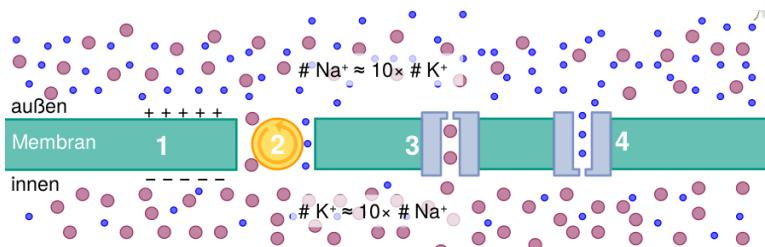

Abbildung 80: Signale auf Nervenfasern
Abbildung 80 zeigt die Zellmembran eines **Axons** (Nervenfaser). In der Fasermembran (1) befinden sich Ionenpumpen (2), welche für den aktiven Transport von Ionen entgegen ihrer elektrischen Gradienten zuständig sind. Des Weiteren enthält die Membran spezifische Ionenkanäle für Kalium (K^+)-Ionen (3) und Natrium (Na^+)-Ionen (4). Im Ruhezustand ist die Innenseite der Membran um 70mV negativer als die Außenseite. **Synapsen** sind Verbindungsstellen einer Nervenfaser (Sender) und Dendriten (Empfänger). Man unterscheidet erregende und hemmende Synapsen. Erstere depolarisieren die postsynaptische Membran (d.h. die Wahrscheinlichkeit für das Auslösen eines Aktionspotentials wird erhöht) und zweitere hyperpolarisieren sie.